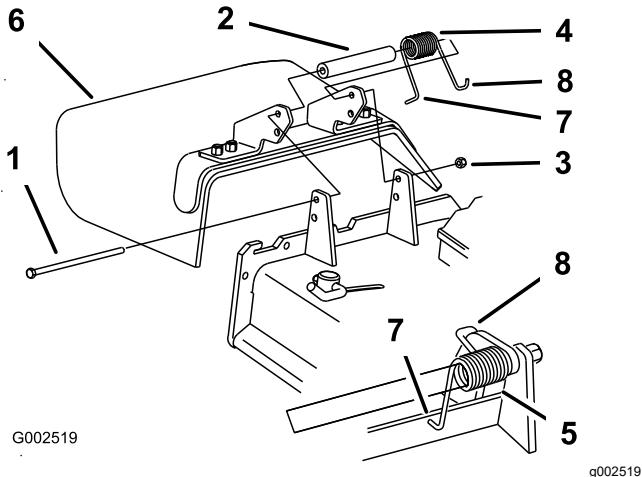

Figura 48
1. Retire la contratuerca, el perno, el muelle y el espaciador que sujetan el deflector a los soportes de pivote (Figura 48).
- Nota:** Asegúrese de colocar el extremo en **L** del muelle detrás del reborde de la carcasa antes de instalar el perno, según muestra Figura 48.
5. Coloque el extremo en **J** del muelle alrededor del deflector de hierba (Figura 48).